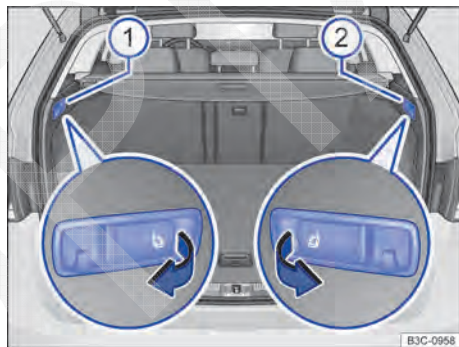

Fig. 112 No compartimento de bagagem: alavanca de destravamento à distância para a parte esquerda ① e para a parte direita ② do encosto do banco traseiro.
- Puxar a alavanca de destravamento à distância para o encosto do banco traseiro esquerdo ⇒ Fig. 112 ① e direito ② no sentido da seta. A parte destravável do encosto do banco traseiro é rebatida automaticamente para frente.